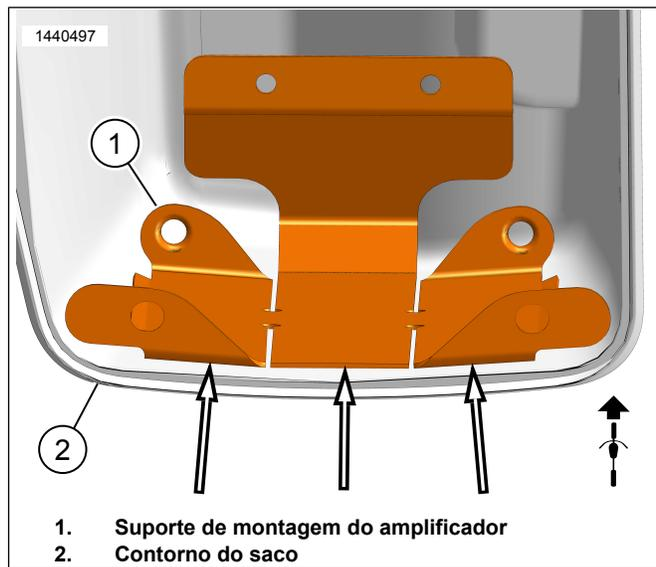

Figura 12. Contorno do saco
- b. Ver a Figura 12. Utilize as fendas no apoio de montagem (1) para o dobrar e adaptar ao contorno do alforge (2) sem abanar. Isto garantirá um melhor contacto e aderência com a fita. Não retire a película da fita adesiva a esta altura.